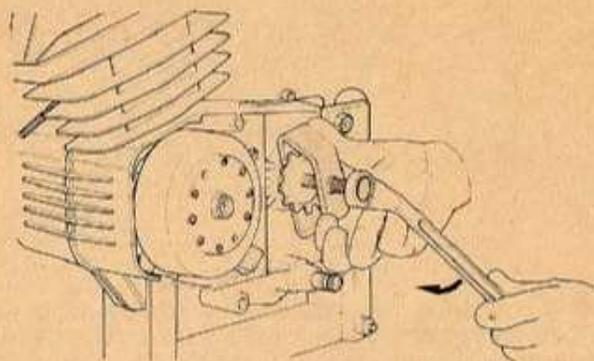

FIG. 14 Estrazione pignone catena
- 8) USANDO l'apposito estrattore (cod. 05.0051.0) e agendo sulla vite centrale con una chiave da 17 mm togliere il pignone catena (fig. 14). Nel caso di albero secondario con scanalatura il pignone si sfilava manualmente.